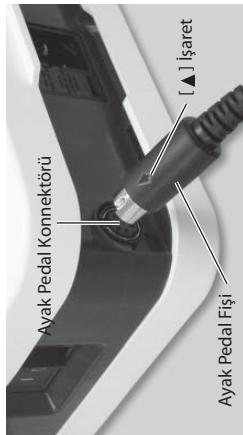

Fig.7
(2) Ayak Kumanda Bağlantısı
- Ayak pedal fışını kontrol ünitesi üzerindeki [▲] işaret üstte olacak şekilde takınız. (Fig.7)